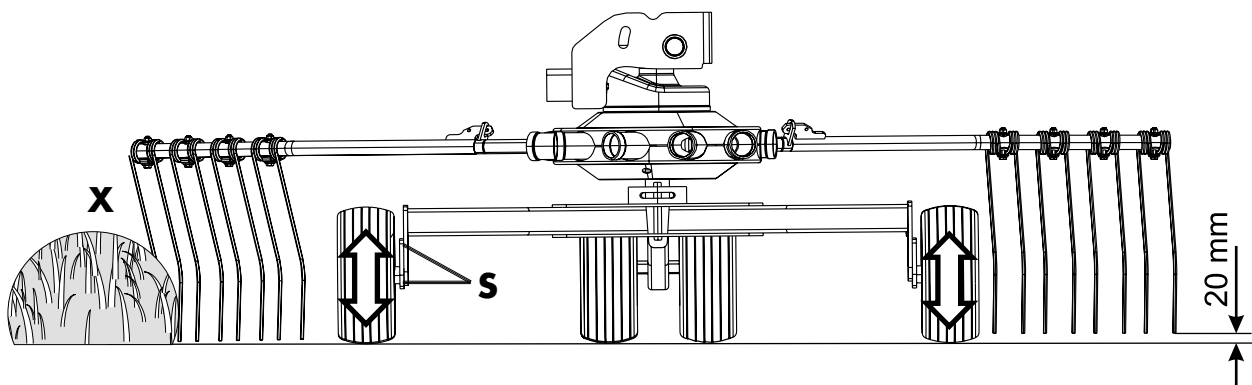

Figure 4-5
- Desserrer les trois vis M12 (S) (figure 4-5).
- Côté andain (X) les dents devraient être env. 20 mm plus bas.
- Reserrer les vis M12 (S) avec un couple de serrage 85 Nm.